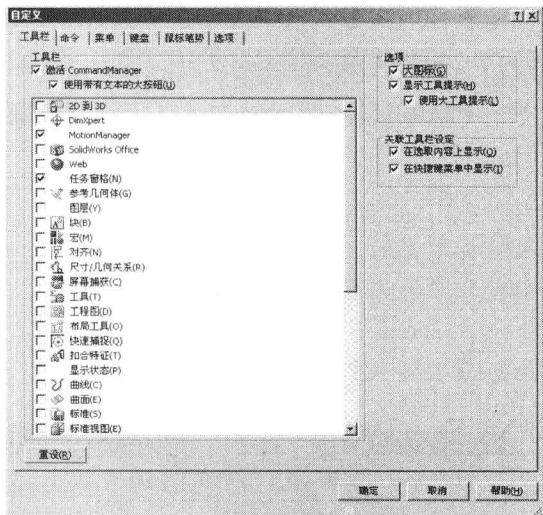

图1-4
- (1) 打开零件、装配体或工程图文件。
- (2) 在工具栏区域单击鼠标右键,在弹出的快捷菜单中选择【自定义】选项,打开图 1-4 所示的【自定义】对话框。
- (3) 在【工具栏】列表框中选择要显示的工具栏。
- (4) 在【选项】分组框中选中【大图标】复选项可以较大的图标显示工具按钮。
- (5) 选中【显示工具提示】复选项,当鼠标指针指在工具栏按钮时,系统会自动出现该工具的功能说明。